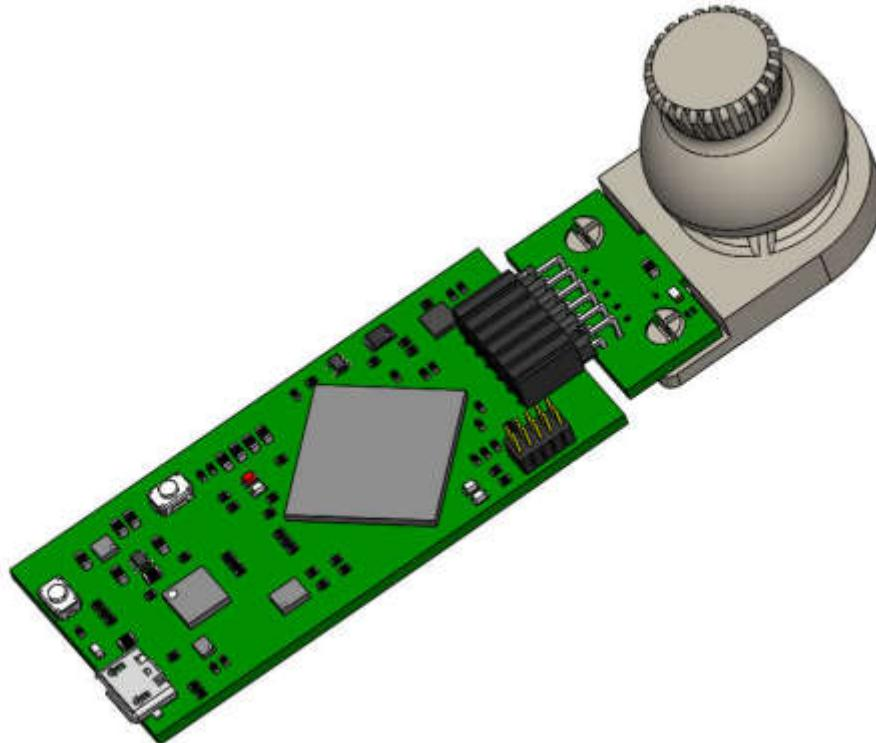

图 4-15. EVM 上的控制手柄模块
1. 将控制手柄模块连接到 EVM。请参阅图 4-15，了解如何将此模块连接到两个 TMAG5173 EVM 部分之一的示例。